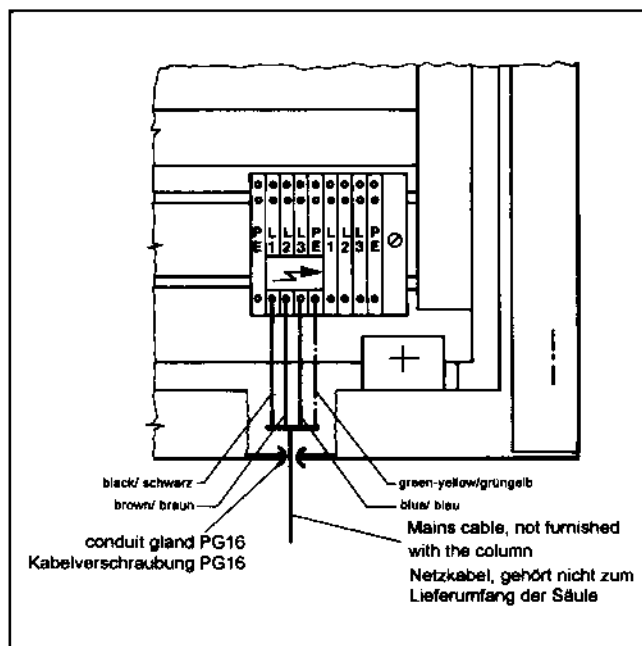

Fig. 6
- 20600 E** Connection according to Fig. 6 in the switch box on lower terminal strip.
- 20600 E** Anschluß entsprechend Fig. 6 im Schaltkasten auf der unteren Klemmenschiene.